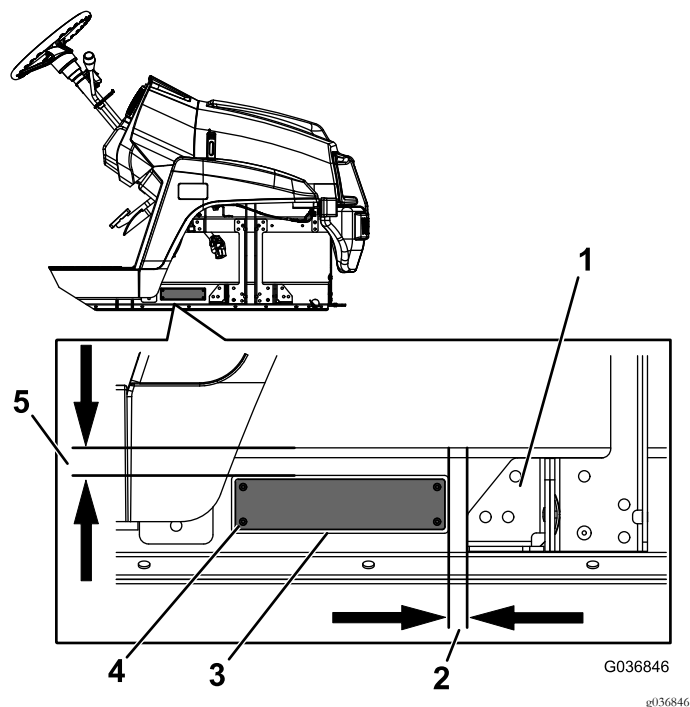

Figura 9
1. Instale a placa de número de série utilizando quatro rebites no local que se mostra em Figura 9.